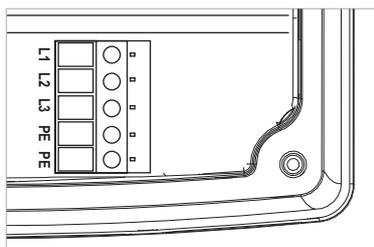

Рис. 21: Сетевые соединительные клеммы
- Сетевые соединительные клеммы (рис. 21)